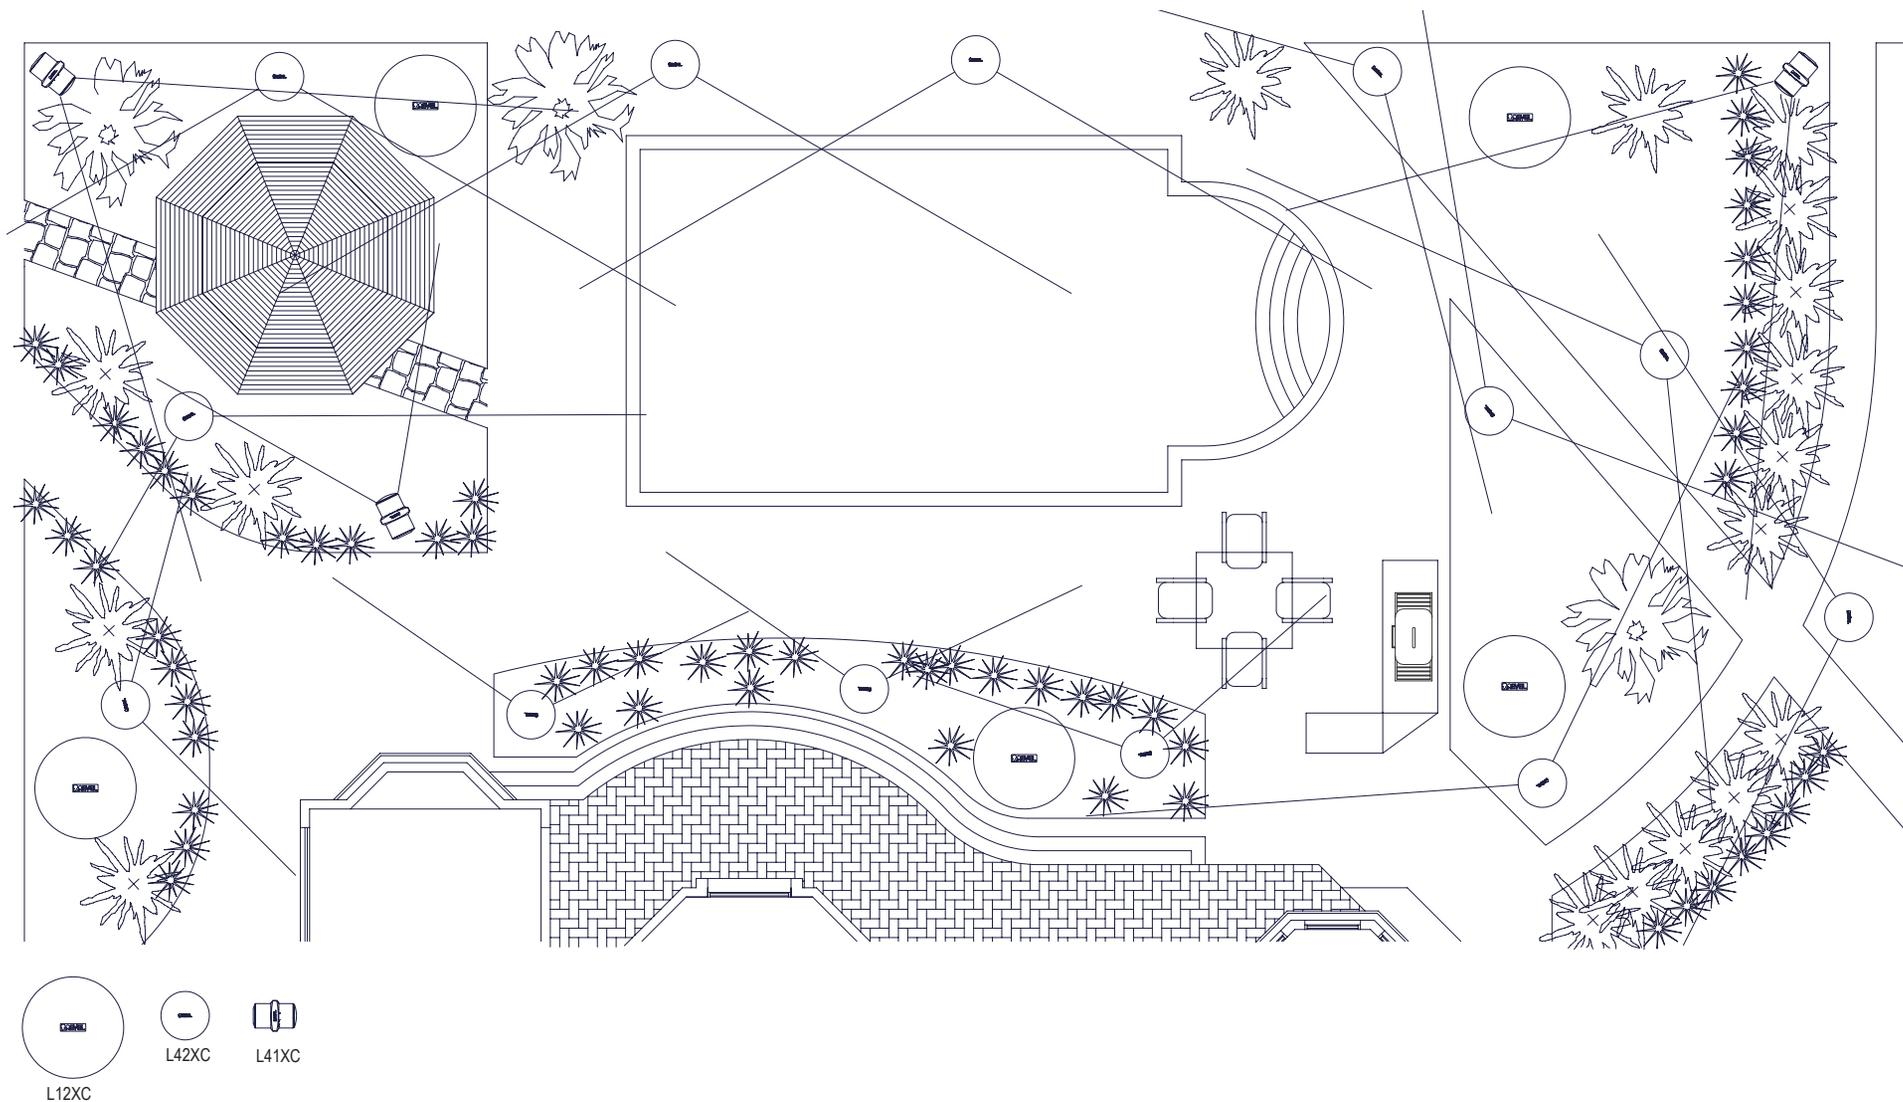

Figure 1
2. L'angle de dispersion des enceintes satellites influencera le nombre d'enceintes dont vous avez besoin pour couvrir une zone correctement. La L41XC a une dispersion de 70 degrés, alors que la dispersion de la L42XC est de 120 degrés. Plus l'enceinte est proche de la zone d'écoute, moins la surface couverte est grande. C'est une bonne pratique de planifier le système avec les angles de couverture en tête, comme nous l'avons fait dans la figure 1.